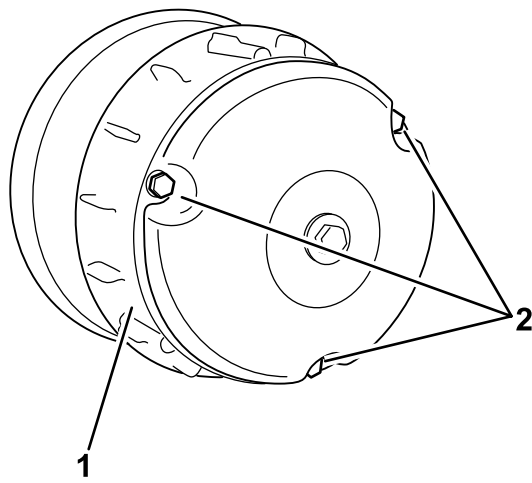

Figura 63
2. Retire los 3 pernos que sujetan la cubierta al embrague, y retire la cubierta (Figura 63).
4. Instale la cubierta del embrague, fijándola con los 3 pernos (Figura 63) que retiró en 2.